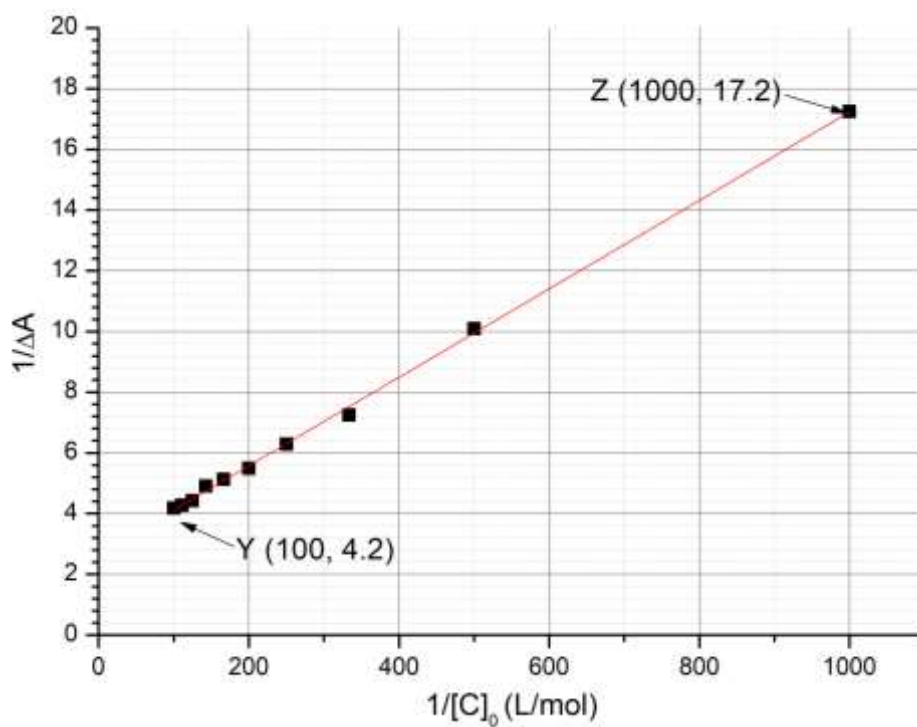

Fig. 3 – Evolución de $1/\Delta A$ como función de $1/[C]_0$.
6. **Determina** la constante K_t de asociación del complejo usando la siguiente curva experimental (Fig. 3).